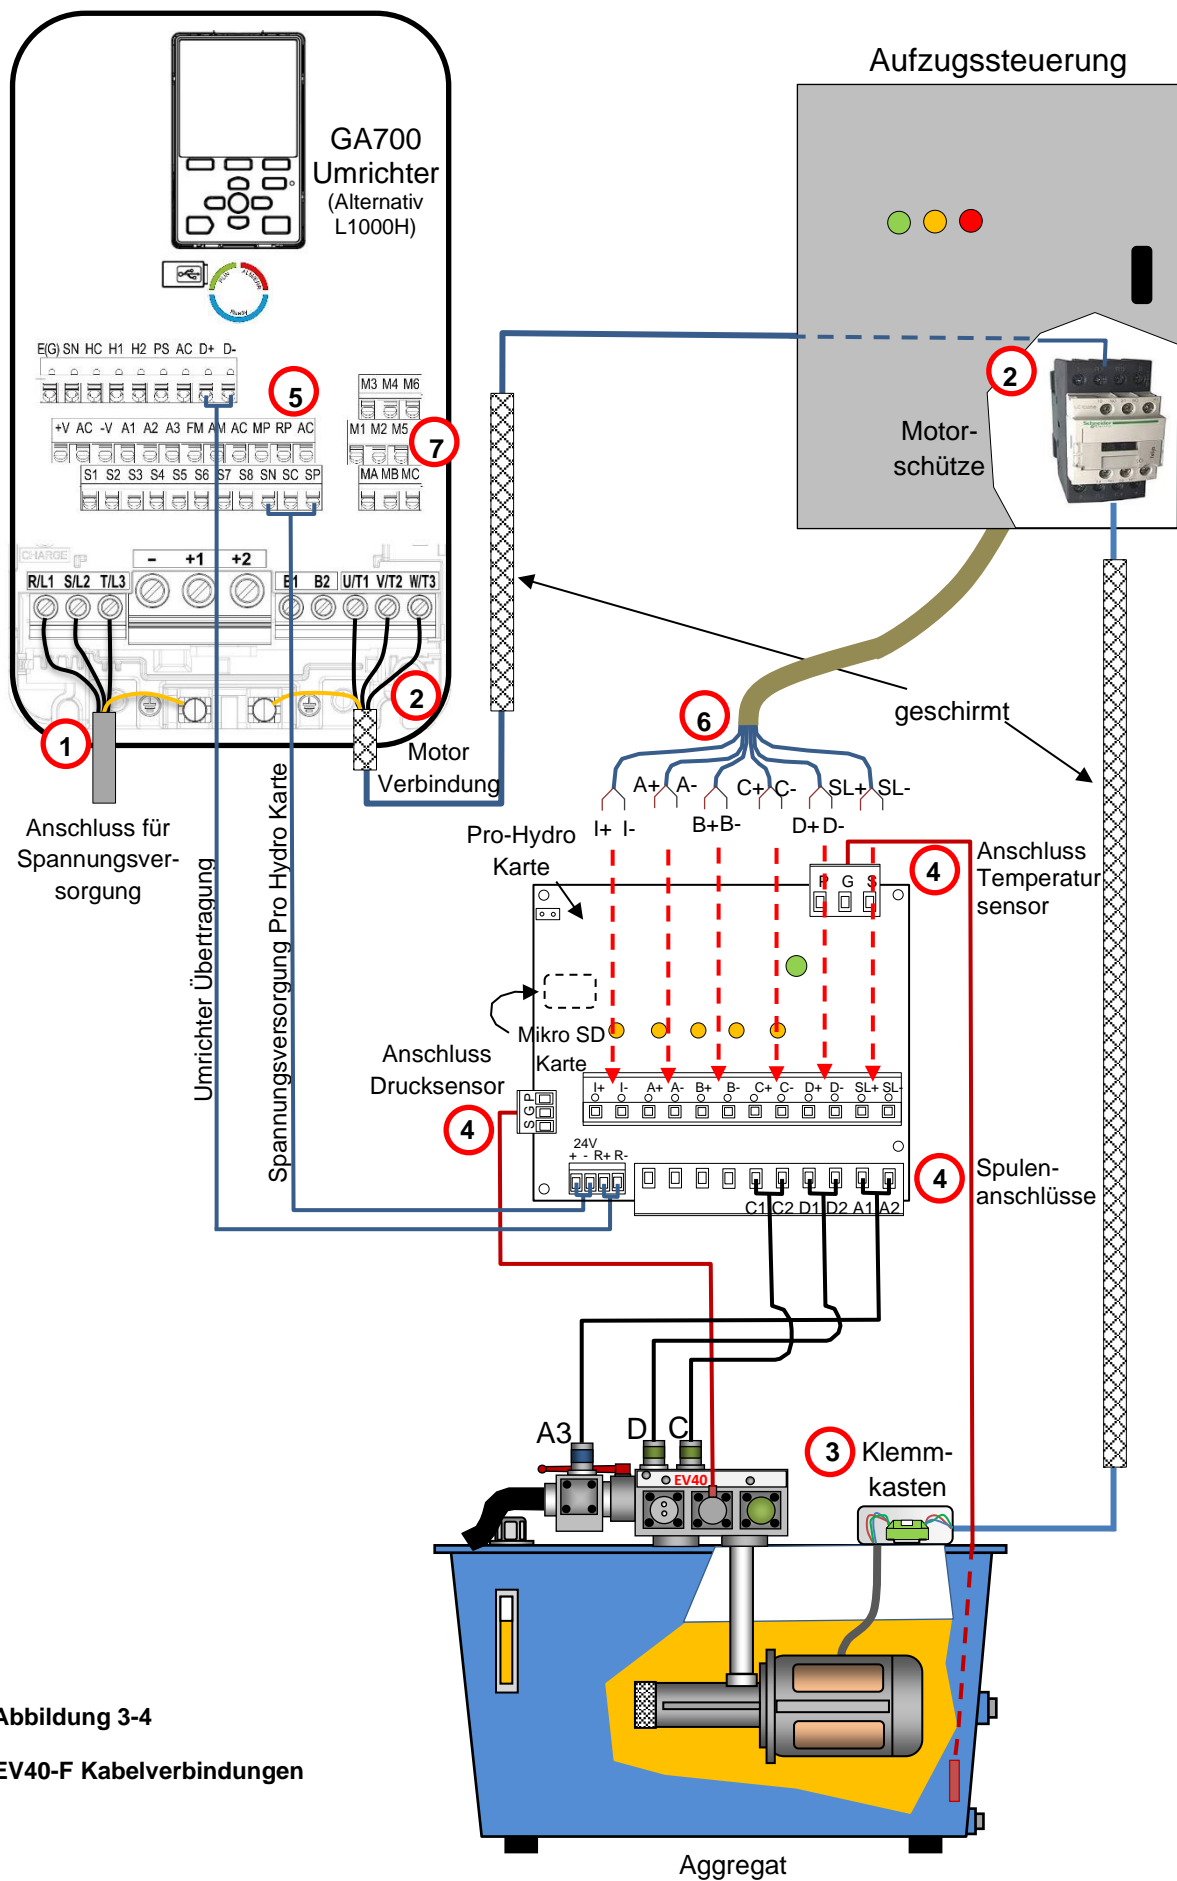

Abbildung 3-4
- 6) Verbinden Sie die **Pro-Hydro** Karte mit der Aufzugssteuerung. Spulenanschlüsse (I, A, B, C, D, SL) sind wie in Abbildung 3.4 zu verbinden - siehe Abschnitt 3.3.6.